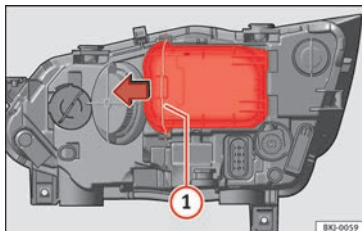

Fig. 111 Nel vano motore: estrarre il coperchio.
- Far scorrere il tirante » **fig. 111** ① nel senso della freccia e sfilare la chiusura.